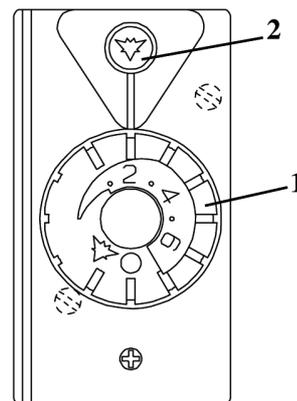
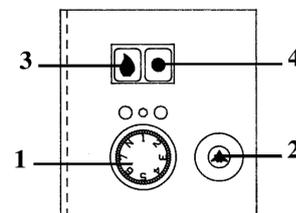

Fig.7
Fig.8
La manette de thermostat (**Rep.1 Fig.7**) assure :
2.3.1 - Bloc Eurosit (Fig.7)
- Tourner la manette (**Rep.1 Fig.7**) sur repère , appuyer sans relâcher.
- Appuyer une ou plusieurs fois sur le bouton de commande du piezo (**Rep.2 Fig.7**) et observer par le regard que la veilleuse s'est allumée. Dès que celle-ci est allumée maintenir la manette appuyée pendant une quinzaine de secondes puis relâcher. La veilleuse doit rester allumée.
2.3.2 - Bloc Junkers (Fig.8)
- Appuyer à fond sur le bouton marqué d'une flamme (**Rep. 3 Fig. 8**) et le maintenir.
- Appuyer une ou plusieurs fois sur le bouton de commande du piezo (**Rep.2 Fig. 8**) et observer par le regard que la veilleuse s'est allumée. Dès que celle-ci est allumée maintenir la manette appuyée pendant une quinzaine de secondes puis relâcher. La veilleuse doit rester allumée.
IMPORTANT : En cas de mauvaises manoeuvres, extinction de la veilleuse lors du relâchement de la manette. Attendre au moins une minute (déclit perceptible au niveau bloc sécurité) avant de procéder à un nouvel allumage, la manette ayant été replacée au préalable sur le symbole fermeture totale (Fig.7) ou position N (Fig. 8)
Placer la manette de thermostat (**Rep.1 Fig. 7 ou 8**) sur le repère mini. Quand la température ambiante correspondante sera atteinte, le débit du brûleur diminuera pour prendre une valeur réduite permettant de maintenir cette température.
La position N sur le bloc Junkers (**Fig.8**) représente un abaissement de nuit jusqu'à une température de l'ordre de 14°C.
Ramener la manette de thermostat (**Rep.1 Fig.7**) sur la position ou appuyer sur le bouton (**Rep.4 Fig.8**) puis en cas d'absence prolongée, fermer le robinet de barrage général ou particulier.